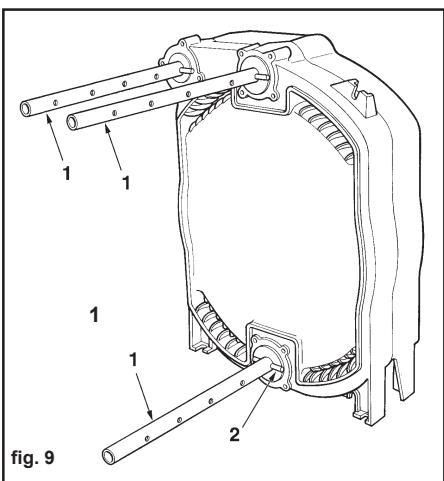

fig. 9
- 9 (fig. 9 – 10 – 11) Plaats de trekker "1" tussen beide elementen, monteer de moer "3" op het van schroefdraad voorziene uiteinde en positioneer de pin "2" tegen de opening van de trekker, vlakbij de dikte van beide elementen. Zet met behulp van de sleutel "4" de groep aan, tot beide elementen perfect samengevoegd zijn.